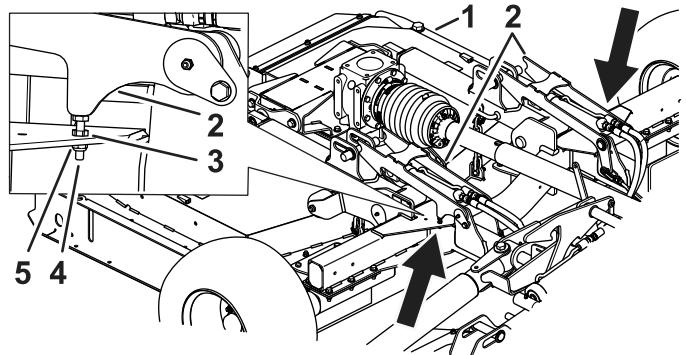

Figure 85
3. Après avoir réglé le boulon, serrez l'écrou de blocage et l'écrou (Figure 85).
1. Desserrez l'écrou de blocage (Figure 85).
2. Montez ou baissez le boulon pour corriger la position de blocage des goupilles par les verrous du tablier (Figure 85).